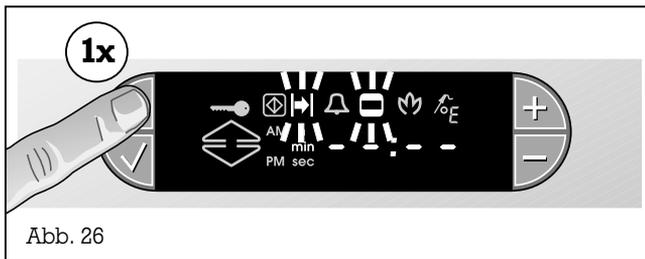

Abb. 26
- Drücken Sie die Taste ☺ (Uhr) 1 mal. Im Display blinken die Symbole 11 (Dauer) und 12 (Garzeit). Im Display erscheinen Bindestriche (d. h.: kein Wert programmiert) (Abb. 26).